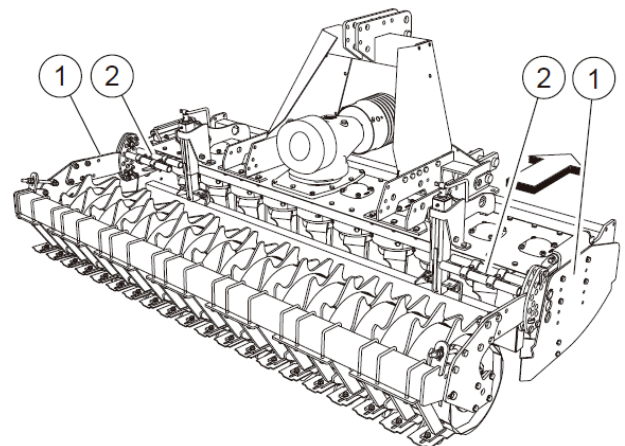

FIG. 17
- Sidomonterad skyddssköld (1, "fig. 17").
- Skyddsrör för att förhindra intrång i knivzonen (2, "fig. 17").